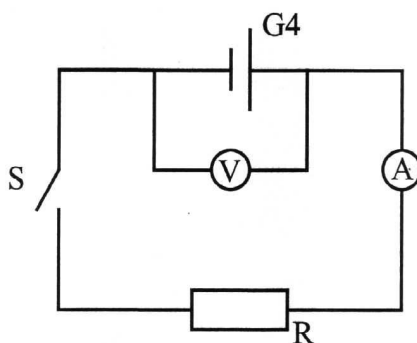

Рис. 2. Принципиальная схема определения полной мощности, полезной мощности и КПД η источника тока.
1. Собрать рабочую схему (Рис.2).